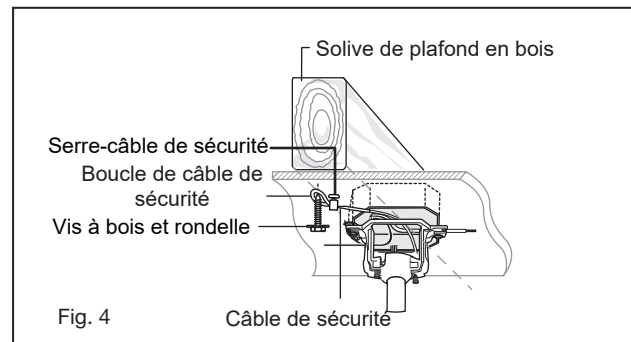

Fig. 4
- 8 Fixez la verrière au support de suspension en insérant les ouvertures de logement de clé de la verrière sur les vis du support de suspension (Fig.4), et tournez le ventilateur vers la droite pour engager les vis dans la fente de clé.
- REMARQUE:** La languette opposée à l'ouverture du support de suspension doit s'insérer dans la fente de la bille. (Fig. 4)